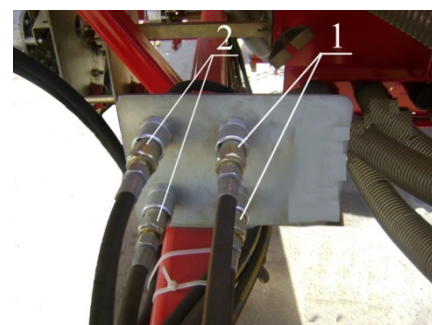

Рисунок 6. Панель встановлення рукавів високого тиску на посівній частині:
10. Під'єднати рукави високого тиску за допомогою швидкороз'ємних з'єднань до гідросистеми трактора. На панелі встановлення швидкороз'ємних з'єднань посівної частини (рисунок 6) рукави високого тиску за функціональним призначенням розташовані в такий спосіб (по вертикалі):